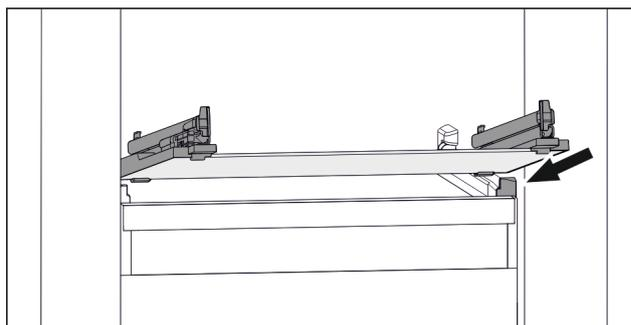

Fig. 140 Przykładowa prezentacja płyty szklanej
- ▶ Założyć płytę szklaną pod skosem za stoperami. (patrz Fig. 140)